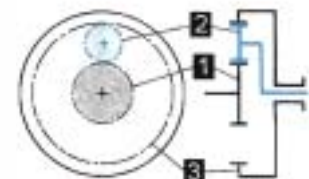

Figure 4.7 • Train épicycloïdal.
- les trains planétaires épicycloïdaux : boîtes de vitesses automatiques, réducteurs divers, surmultiplicateurs ou *overdrive* (figure 4.7).